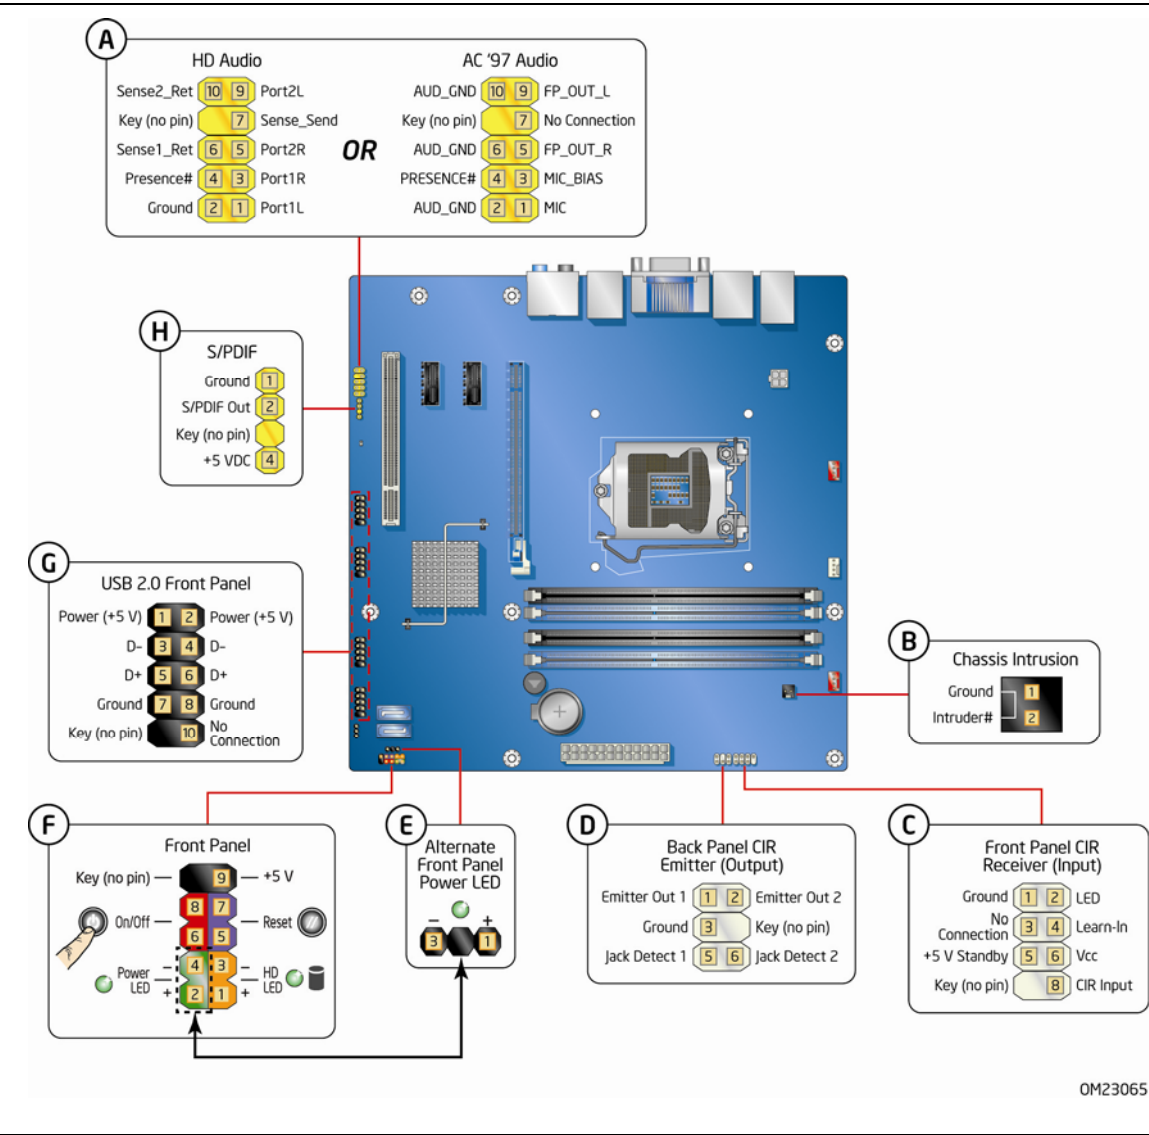

图 20. 内置接头连接器
在将电缆连接到任何内置接头连接器上之前，请首先阅读并遵守第 27 页“开始之前”中的注意事项。图 20 显示了英特尔台式机主板 DH67VR 各内置接头连接器和连接器的位置。
前面板音频接头连接器，如图 20 中的 A 所示，支持英特尔高保真 (HD) 音频和 AC '97 音频。